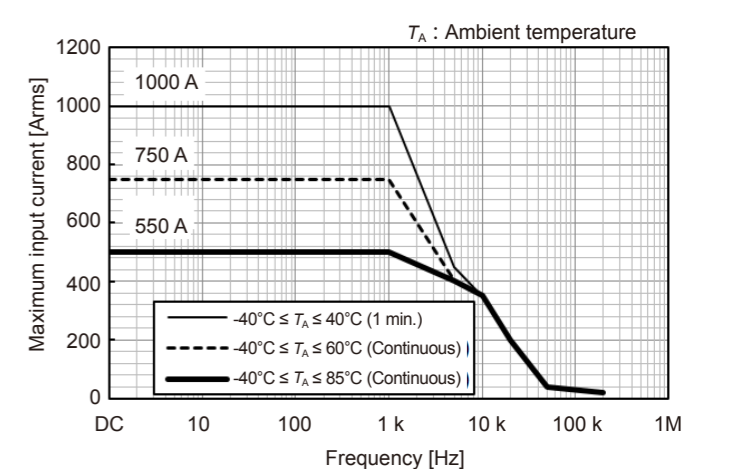

图1. 频率额定值降低特性*
最大输入电流	图1. 频率额定值降低范围以内 <p>如果小于等于 40°C 且 20 ms 以内，则容许最大 ±1500 A peak (设计值)</p>
- 在振幅精度、相位精度小于等于 110% of full scale、图 1. 频率额定值降低范围以内进行规定。DC < f < 10 Hz 为设计值。
*1：以 100 A 为间隔，使输入电流 (DC) 产生 +500 A → 0 A → -500 A → 0 A → +500 A 的变化，测量输出电压。利用通过上述测量计算的回归直线与测量点之差进行规定。